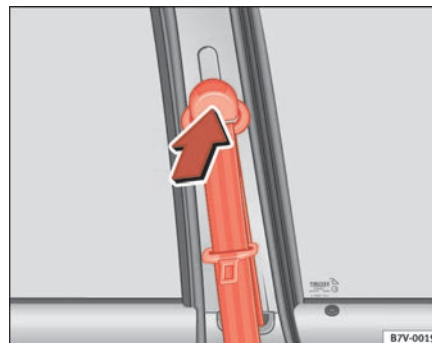

Abb. 21 Einbauort der Gurthöheneinstellung
- Drücken Sie den Umlenkbeschlag im oberen Bereich ⇒ **Abb. 21** in Pfeilrichtung.